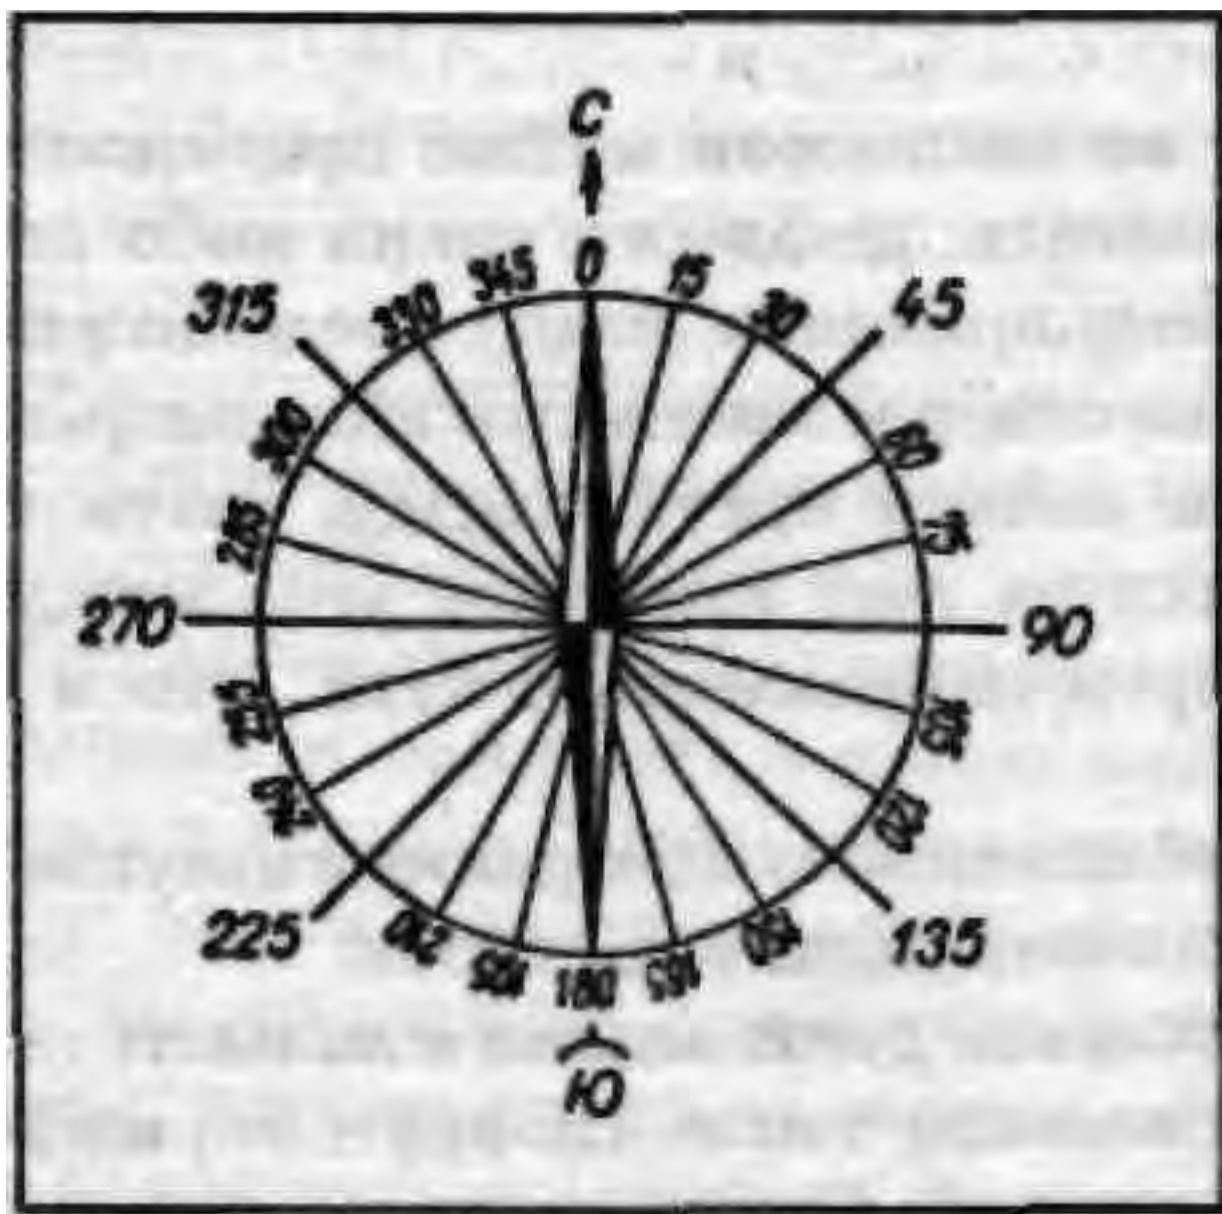

Рис. 35. Чертеж компаса.
2. При помощи часов. Цифру "12" циферблата направляют на север (на Полярную звезду), прикладывают к центру циферблата карандаш (линейку, спичку и т. д.) и направляют его на заданный предмет. Против конца карандаша, обращенного к предмету, отсчитывают на циферблате число часов и минут. Зная, что одно часовое деление циферблата равно 30° , а минутное — 6° , подсчитывают величину измеряемого угла (азимута). На рис. 35 — четыре часовых деления, или 120° . Во время перехода на летнее время следует учитывать, что стрелки часов перемещаются на час вперед.
5. Очень полезно заготовить и "бумажным компасом" (рис. 35), Для этого на листке плотной бумаги надо сделать